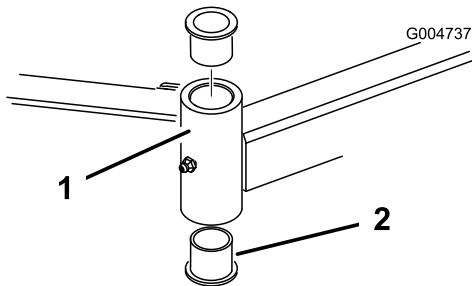

Figura 106
4. Inserte un botador fino en la parte superior o inferior del tubo de montaje y dé golpes hasta retirar el casquillo del tubo (Figura 106). Retire también el otro casquillo del tubo. Limpie el interior de los tubos para eliminar toda suciedad.